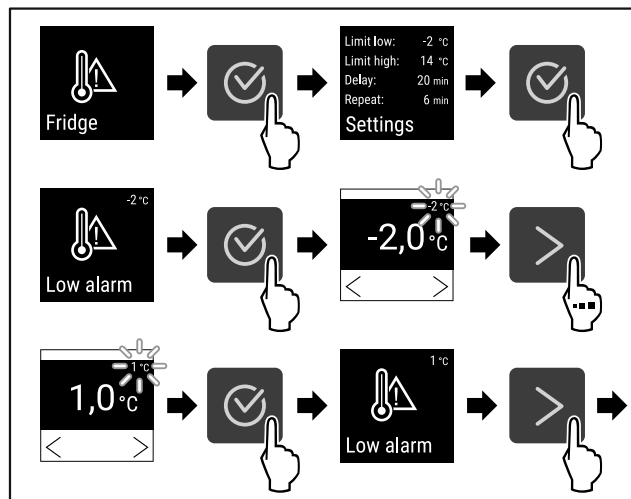

Fig. 126
- ▶ Eseguire i passi (vedere Fig. 126) .